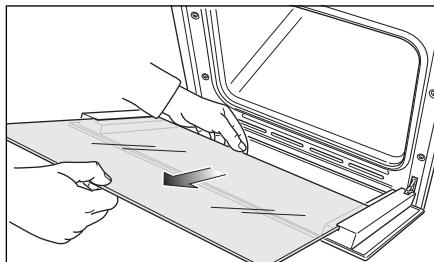

Fig. 7.16a
- Sortez en douceur la vitre intérieure (fig. 7.16a).